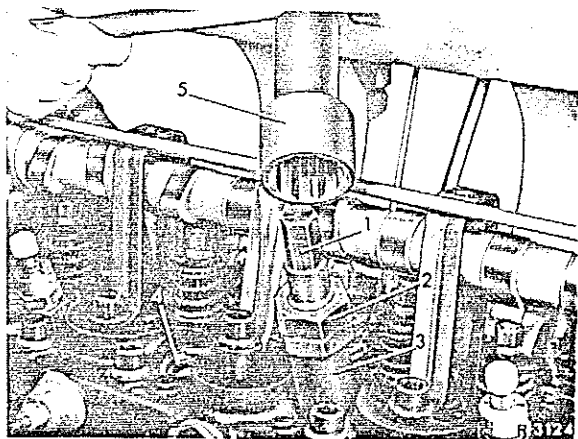

Fig.01-3/1
Attentie! Het uitbouwen van de gloeibougies is noodzakelijk, omdat anders de gloeidraad, die in de voorkamer steekt, bij het verwijderen van de voorkamer wordt afgebroken (fig.01-3/3).
3. Demonteer eerst de ringmoer (4) van de voorkamer met de trekkerbout (1), de bus (3) en de dopsleutel (5)(fig.01-3/1). Schuif hiervoor de bus (3) over de trekkerbout (1). Draai nu de trekkerbout zo ver mogelijk in de ringmoer en plaats de bus in de nok van de ringmoer.